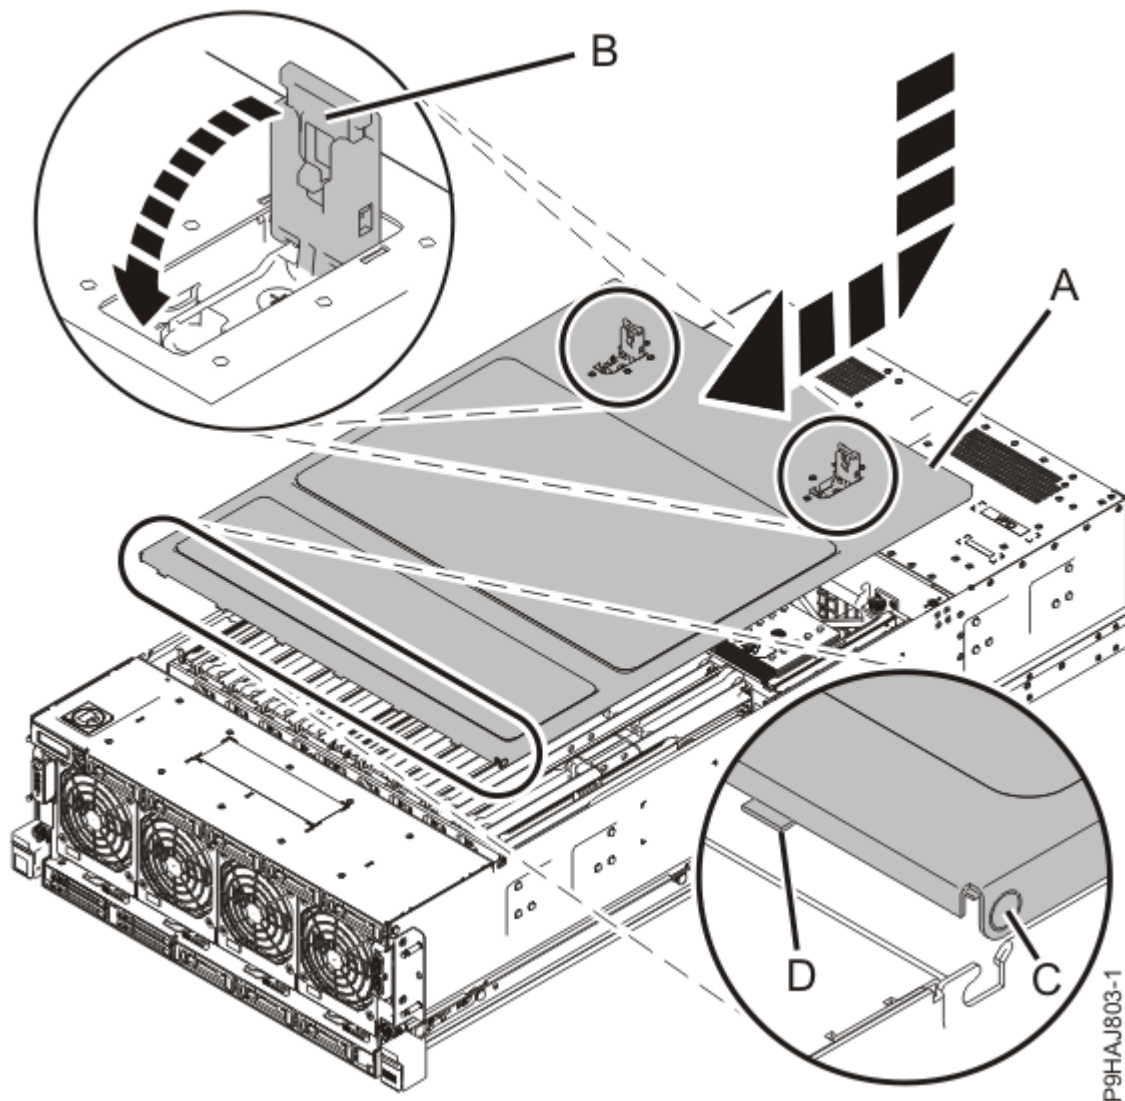

Рисунок 22. Установка крышки корпуса системного блока
- а) Задвиньте крышку **(А)** в системный блок, как показано на Рисунок 22 на стр. 23.
- б) Закройте защелки **(В)**, надавив на них в направлении, показанном на Рисунок 22 на стр. 23.